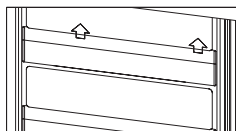

Fig.4
- Hale el anaquel con fuerza moderada hacia arriba, y extráigalo del aparato. Ver Fig. 4